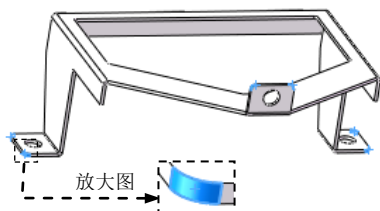
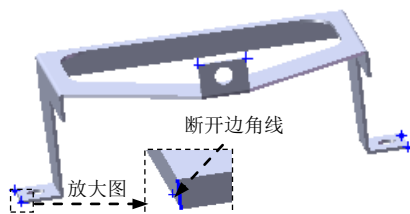

图 2.23 断开一边角 1
图 2.24 断开一边角线
Step11. 创建图 2.23 所示的钣金特征——断开一边角 1。
(1) 选择命令。选择下拉菜单 **插入(I)** → **钣金(B)** → **断裂边角(B)...** 命令 (或在工具栏中选择 → **断开边角/边角剪裁** 命令)。
(2) 定义折断边角选项。激活 **折断边角选项(B)** 区域的 按钮, 选取图 2.24 所示的各边线。在 **折断类型:** 下单击“圆角”按钮 , 在 文本框中输入距离 5.0。
(3) 单击 按钮, 完成断开一边角 1 的创作。